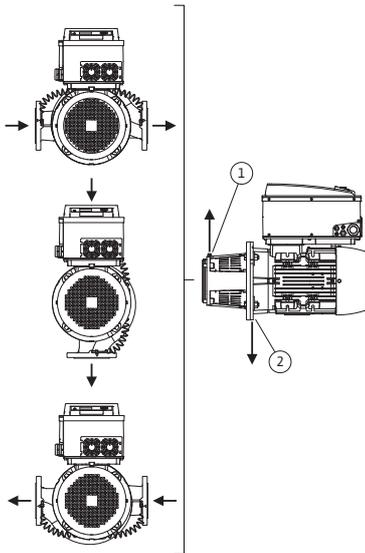
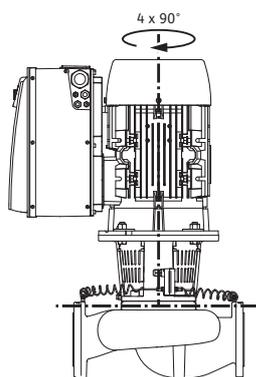

Fig. 18: Posições de instalação autorizadas com o veio do motor na horizontal
Fig. 19: Posições de instalação autorizadas com o veio do motor na vertical
As posições de instalação autorizadas com o veio do motor na horizontal e o módulo eletrónico virado para cima (0°) estão representadas na Fig. 18. Não estão representadas as posições de instalação autorizadas com módulo eletrónico montado lateralmente ($\pm 90^\circ$). São autorizadas todas as posições de instalação exceto "Módulo eletrónico virado para baixo" (-180°). A ventilação da bomba só pode ser garantida se a válvula de ventilação estiver virada para cima (Fig. 18, pos. 1).
Apenas esta posição (0°) permite que o condensado acumulado seja escoado por um orifício existente, lanterna da bomba ou motor (Fig. 18, pos. 2).
- A válvula de ventilação na lanterna (Fig. 6, pos. 1.31) tem de estar sempre virada para cima, com o veio do motor na horizontal (Fig. 6a: e Fig. 6b:). Com o veio do motor na vertical, qualquer orientação é admitida. Para isso, ver também Fig. 18: „Posições de instalação autorizadas com o veio do motor na horizontal“ na página 158 ou Fig. 19: „Posições de instalação autorizadas com o veio do motor na vertical“ na página 159.
- No caso do veio do motor horizontal, o furo para condensado deve estar virado para baixo (Fig. 18, pos.2). Se necessário, rodar o motor.